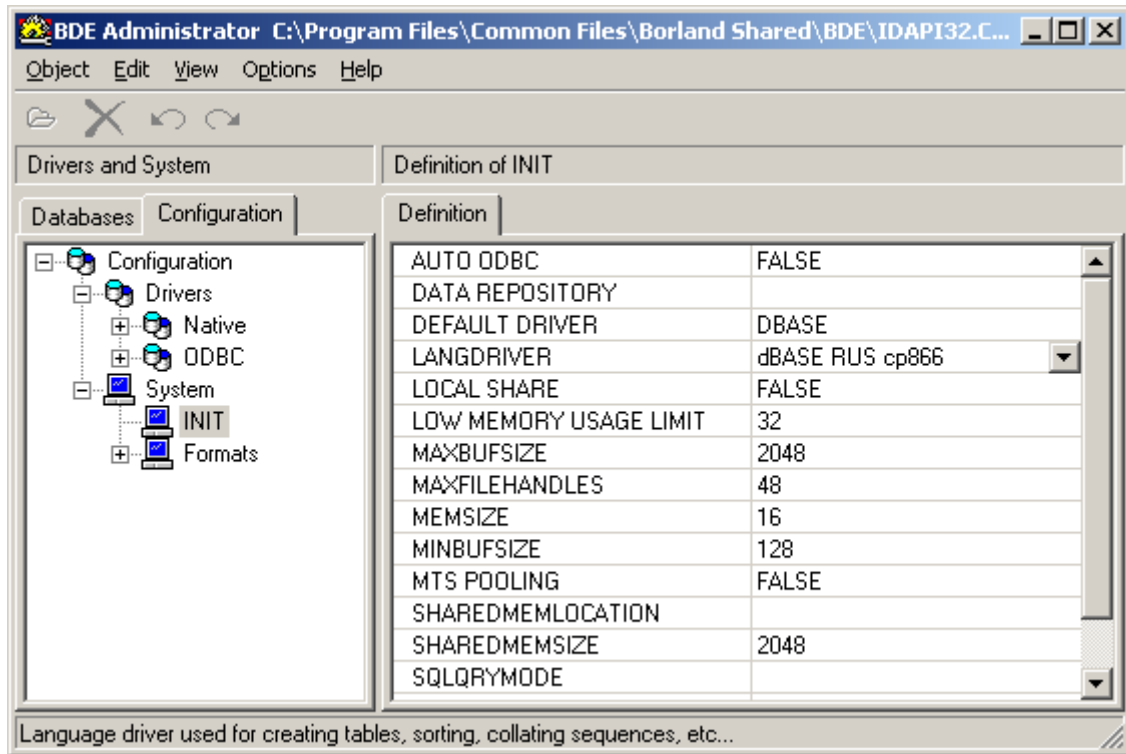

Рис.3.2.3. Выбор и настройка default драйвера
- на листе **Configuration\System\Init** установить **DEFAULT DRIVER – DBASE, LANGDRIVER - dBase RUS cp866** (см.рис.3.2.3):